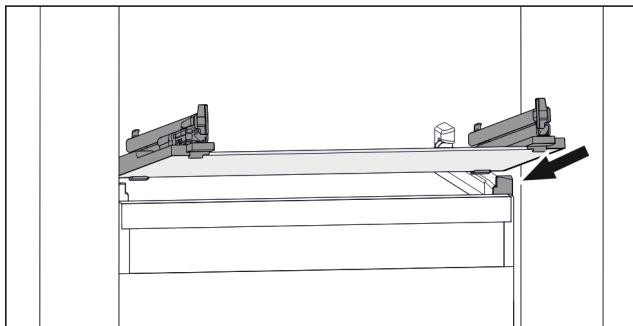

Fig. 122 Примерно изображение на стъклената плоча
- Поставете стъклената плоча под ъгъл зад ограничителите. (виж Fig. 122)